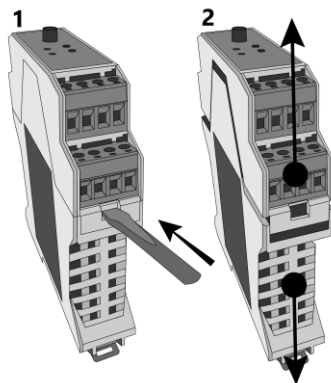

Abb. 4. Gehäuse abnehmen
- Öffnen Sie das Gehäuse des Controllers wie in Abb. 4 dargestellt: